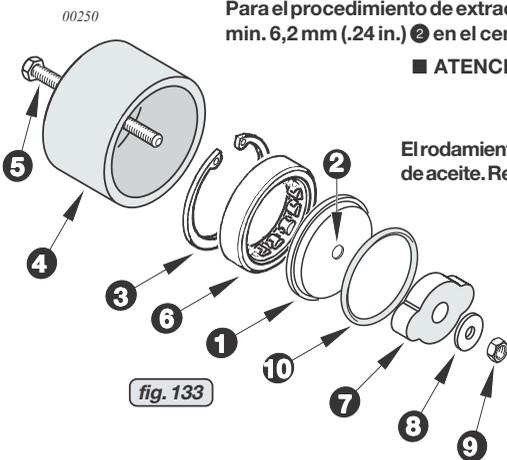

fig. 133
14.4.3) Desmontado de rodamiento solo para config 4. Ver fig. 133.